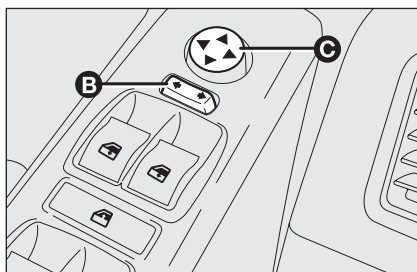

fig. 55
- ☐ mediante el interruptor **B**-fig. 55 seleccionar el espejo (izquierdo o derecho) el cual realizar el ajuste;